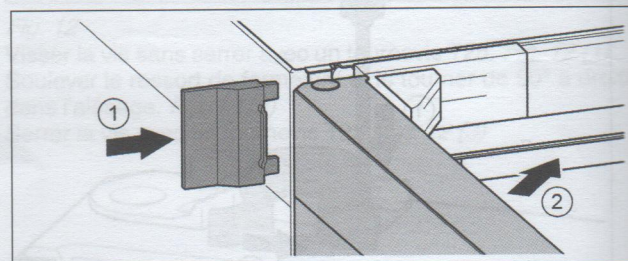

Fig. 19
- Enfiler le cache extérieur. Fig. 19 (1)
- Fermer la porte supérieure. Fig. 19 (2)